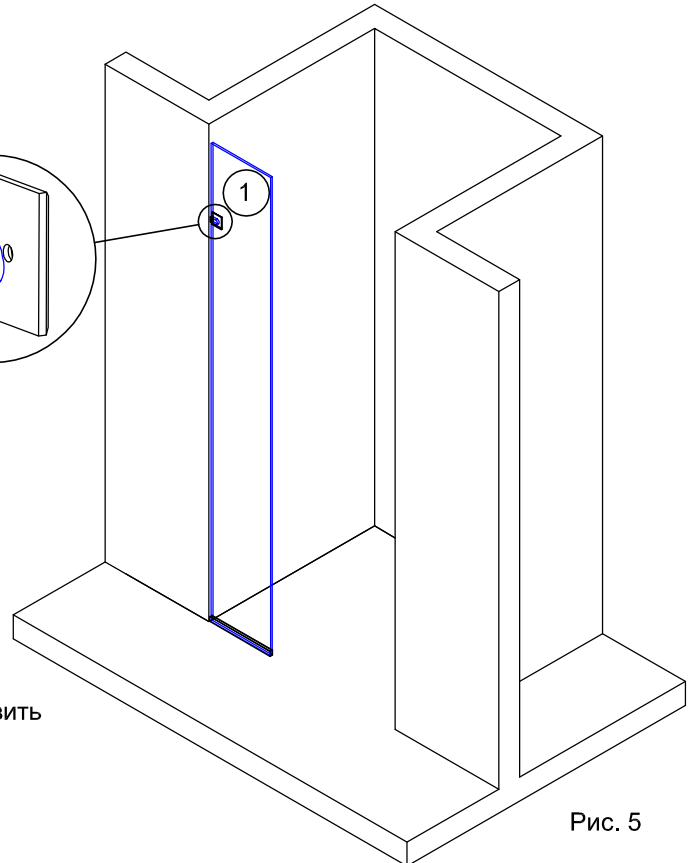

Рис. 5
2.2. С внутренней стороны стекла в вырез установить комплект 1 держателя (рис.4). Отметить на стене место отверстия для крепления держателя №4 (рис.5).
Вставить в отверстия дюбель №14. При необходимости использовать молоток. (рис. 5)